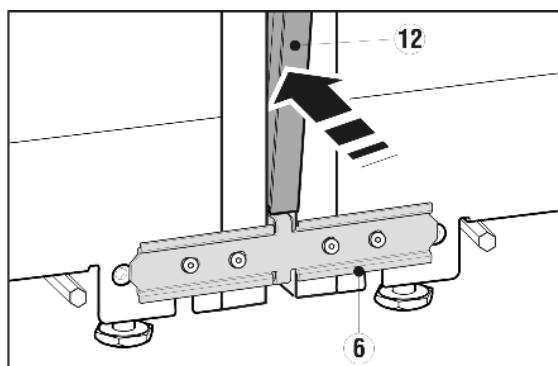

Fig. 7
Перед установкой сдвиньте обе перемычки планки из нержавеющей стали Fig. 7 (12) вместе по всей длине. Так планка легче войдет в зазор. Для вдавливания планки используйте мягкую ткань, чтобы не допустить образования вмятин на ее поверхности. Планку следует вдавливать аккуратно и прямо, чтобы получить оптимальное соединение.
- ▶ Вдавите длинную планку из высококачественной стали Fig. 7 (12) в вертикальную щель на передней стороне: Обратите внимание, что планка опирается на крепежный уголок Fig. 7 (6).